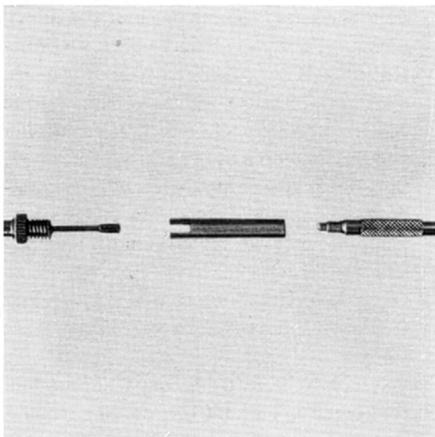

Fig. 9
- Dans des cas spéciaux, deux câbles automatiques 521.51 peuvent être mis bout à bout au moyen d'un tube-raccord (no. de commande 521.81, fig. 9). On obtient ainsi un câble de longueur double.